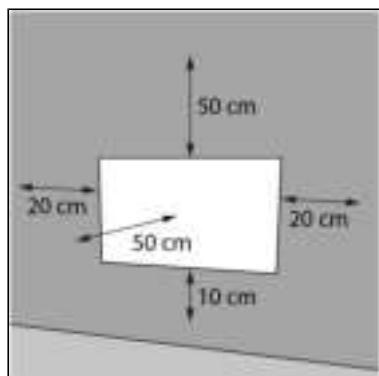

Figure 39.
2. Placez l'appareil en respectant une distance minimale (Figure 39) de :